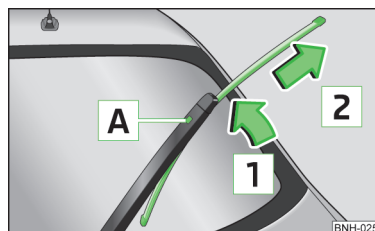

Fig. 143
- Levantar la varilla del limpiaparabrisas del cristal en el sentido de la flecha **1** » fig. 143.